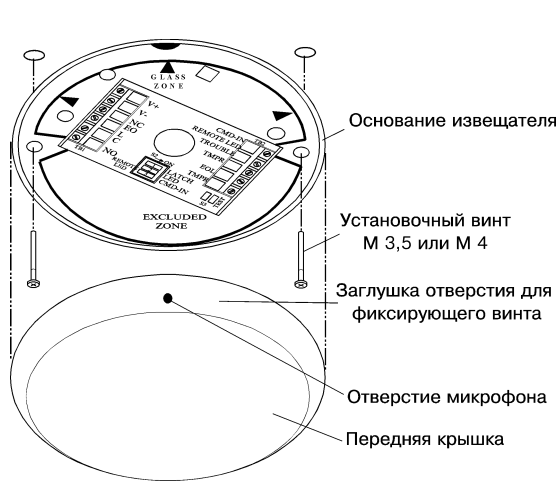

Рис.8. Установка без дополнительной установочной панели
2. Произведите монтаж проводов в соответствии с рис.8. Различные варианты включения извещателя в шлейф приведены на рис. 8. Неправильная полярность подключения не повредит извещатель. Используйте провода $\varnothing 0,4-0,56$ мм. По окончании монтажа прижмите излишек провода из извещателя к стене.